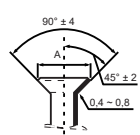

**Figura 17**
- Utilice dos llaves cuando instale o desmonte la tubería, una llave común y una llave de torsión. Vea la Figura 17.